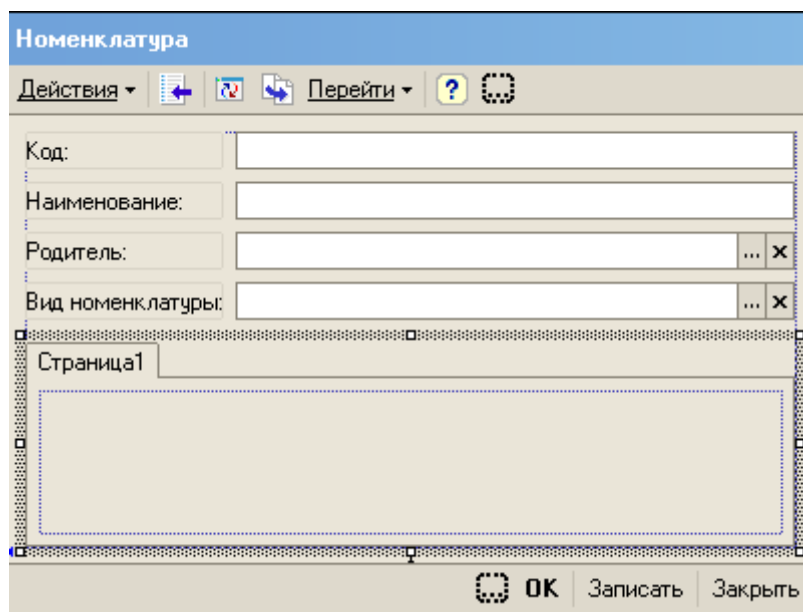

Рис. 117
- увеличим размер основной формы диалога и выполнив команду меню **Форма** → **Вставить элемент управления** → **Панель**, добавим в нее элемент **Панель**- в форме буде отображена панель, на закладке которой надпись *Страница 1* (рис. 117);